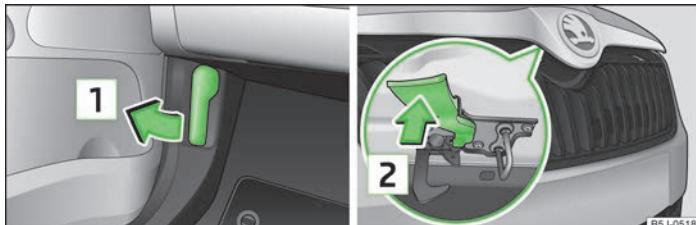

Fig. 116 Palanca de desbloqueo del capó/rejilla del radiador: Palanca de desbloqueo
- Tirar de la palanca de desbloqueo ubicada debajo del cuadro de instrumentos **[1]** » fig. 116.
- Presionar la palanca de desbloqueo en la dirección de la flecha **[2]** » fig. 116, el capó se desbloquea.